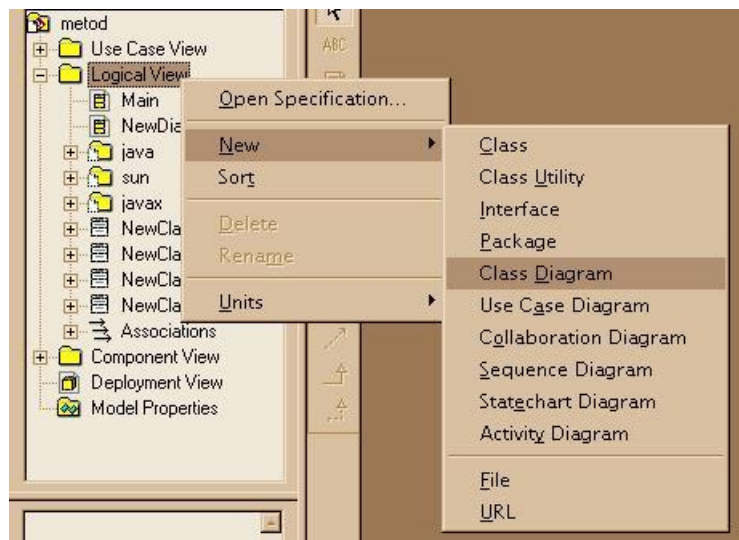

Рис.11
1. Откройте Главную диаграмму классов (окно Browser > Logical View >Main) или создайте новую диаграмму (.Logical View >New>Class Diagram). (рис.11)